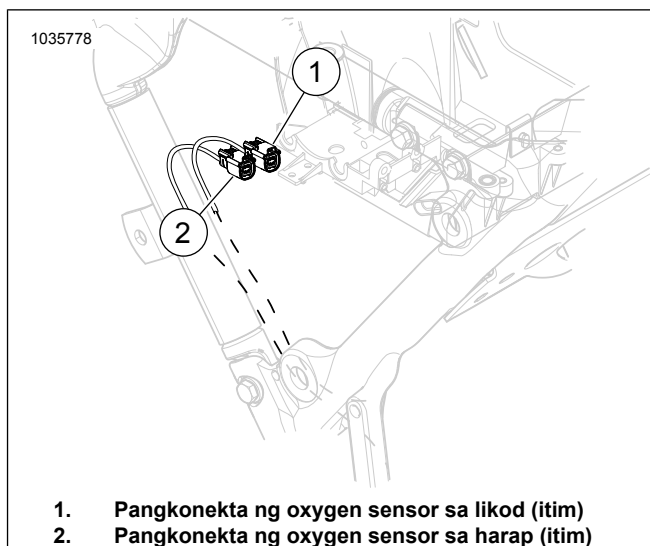

Figure 10. Lokasyon ng Oxygen Sensor sa Harap at Likod
Tingnan ang Figure 10. Idiskonekta ang pangharap (2) at panglikod (1) na mga pangkonekta ng oxygen sensor.